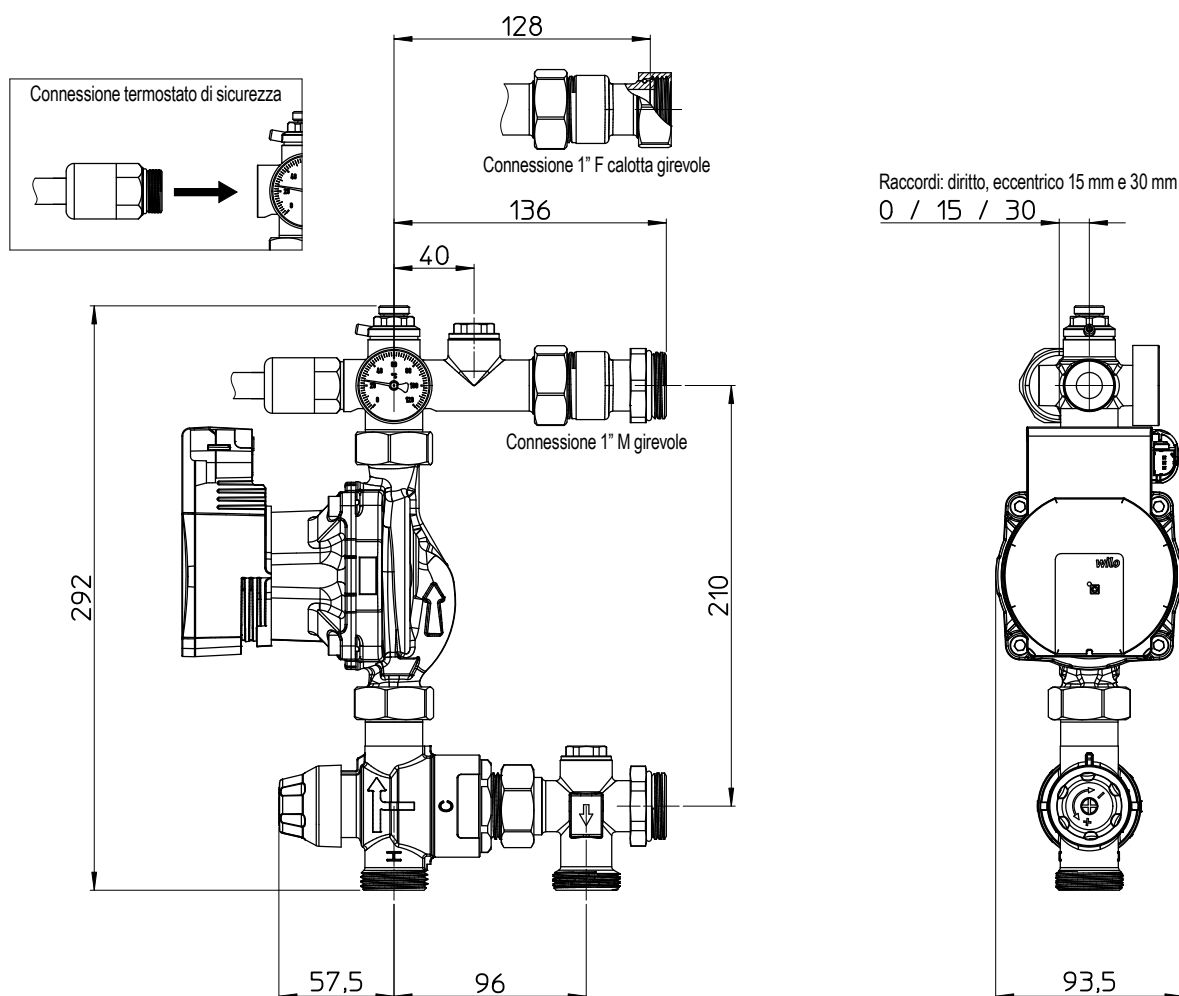

Fig.3: Layout dimensioni e interassi
- ✓ E' necessario avvitare il termostato di sicurezza come indicato in fig. 3, e provvedere al suo cablaggio rispettando le indicazioni evidenziate nella sezione "Cablaggio";